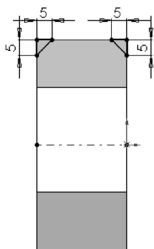

图 5-113 标注的草图 2
3) 标注尺寸。单击“草图”面板中的（智能尺寸）按钮，标注步骤2) 绘制草图的尺寸。结果如图5-113所示。